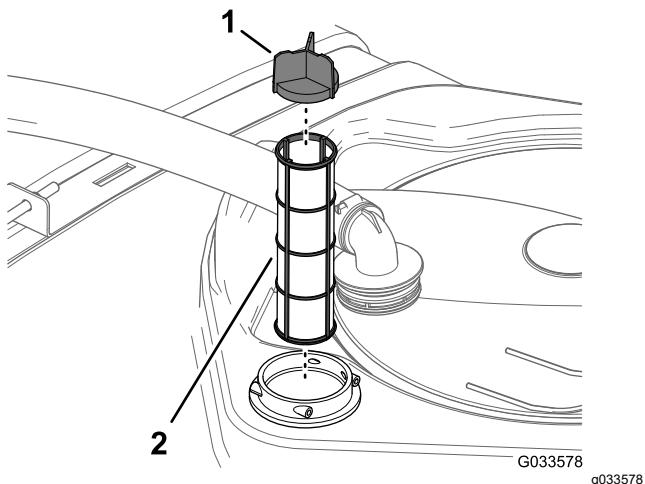

Figura 29
- Retire el filtro de aspiración del alojamiento del filtro del depósito (Figura 29).